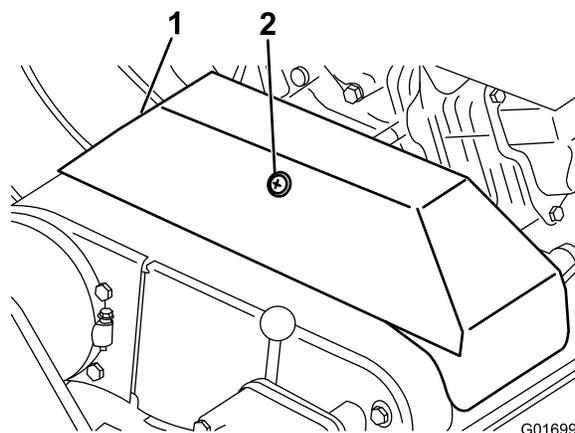

Figura 39
2. Afloje el retenedor que sujeta la cubierta de las correas en V y abra la cubierta (Figura 39).